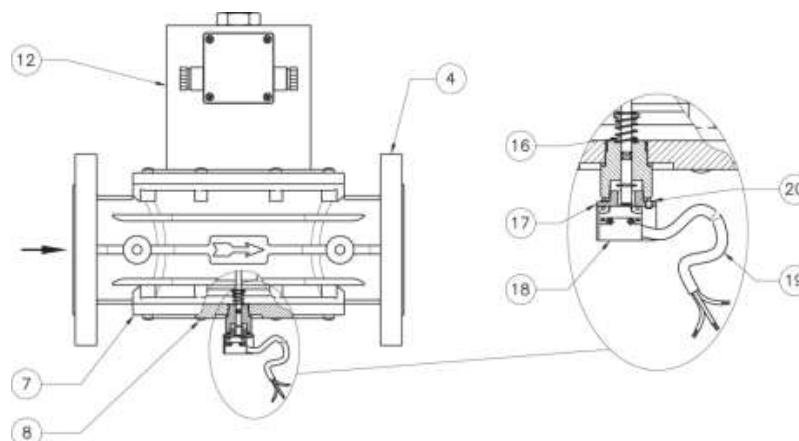

Рис. 6
Клапан рис. 6 состоит из: корпус (4); нижняя панель (7); винты крепления (8); электромагнитная катушка (12); штифт индикатора положения (16); кольцо крепления индикатора положения (17); индикатор положения (18); соединительный кабель (19); винты крепления (20).